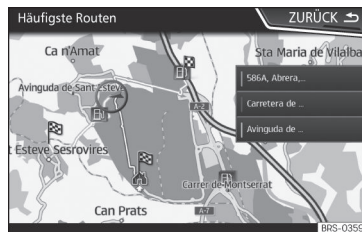

Abb. 224 Vorausschauende Navigation
- Auf dem Hauptbildschirm des Navigationsmenüs im Pop-up-Fenster die Taste **HÄUFIGSTE ROUTEN** antippen. Zur Anzeige der häufig gefahrenen Routen die Taste **In Karte anzeigen** antippen » **Abb. 224**.